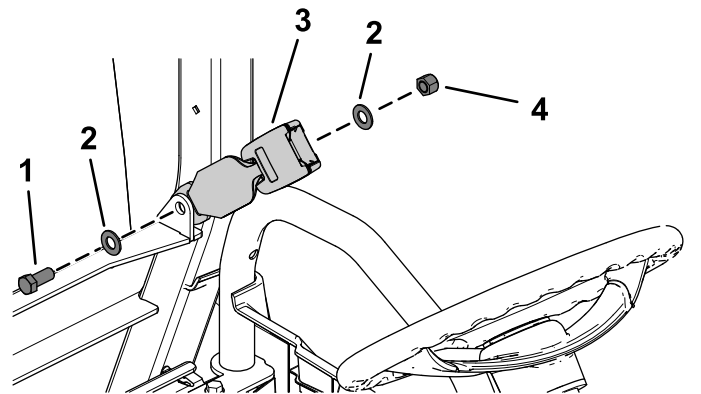

Figura 20
1. Montate un fermo del sedile utilizzando un bullone a testa esagonale (7/16" x 1"), 2 rondelle piane (7/16") e un dado di bloccaggio (7/16") come illustrato nella Figura 20.